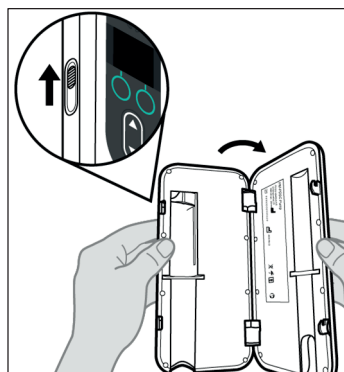

Figura 1
3. Far scorrere la chiusura del coperchio per rilasciare il blocco e aprire il coperchio della pompa (vedere la Figura 1).